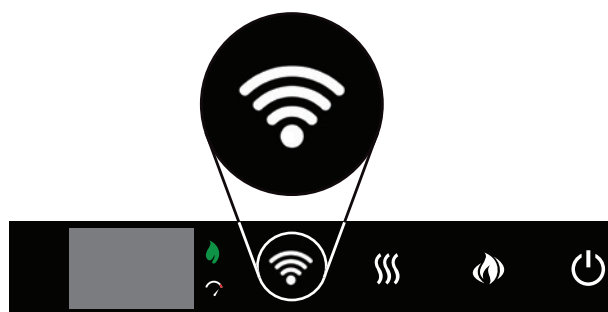

Fig. 17
2. Appuyez et maintenez le bouton de contrôle Wi-Fi sur le panneau de commande de l'appareil pendant 8 secondes (**Fig. 17**).